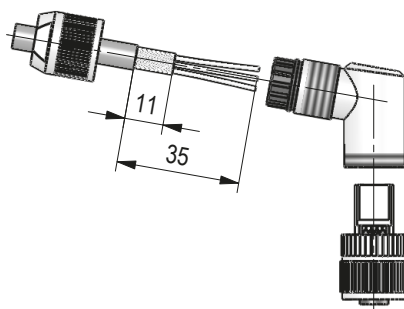

Abb. 16: Gegenstecker M12 A-kodiert gewinkelt
- Zubehör SIKO Art.Nr. "87599" M12 A-kodiert (Buchse 8 pol. Schnittstelle Digitale Ein-/Ausgänge) (Abb. 16).
### Montage (Abb. 16)
### Ändern der Winkelstellung (Abb. 16)